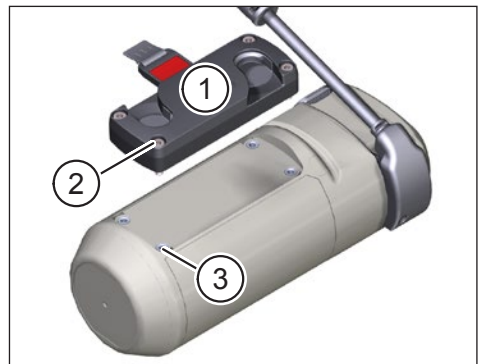

Abb. 3: FIDLOCK® Force Connector am Range Extender befestigen
- ▶ Befestigen Sie den FIDLOCK® Force Connector (Pos. 1 in Abb. 3) mit den vier mitgelieferten Zylinderschrauben M4 × 16 A2 (Pos. 2 in Abb. 3) in den Bohrungen (Pos. 3 in Abb. 3) im Range Extender.